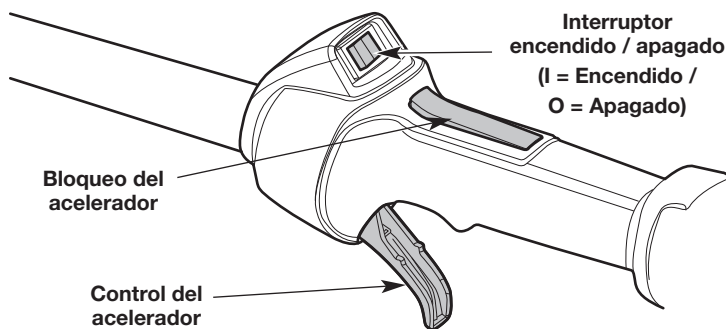

Fig. 17
NOTA: No hay necesidad de encender la unidad. El interruptor de Encendido/Apagado debe estar en la posición **Encendido (I)** en todo momento (Fig. 17).
5. Oprima y mantenga el bloqueo de acelerador. Apriete y mantenga apretado el control del acelerador (Fig. 17). Tire de la cuerda de arranque con un movimiento controlado y firme **5 veces** para arrancar la unidad (Fig. 19).
2. Oprima y no suelte el interruptor de control de Encendido y Apagado en la posición **Apagado (O)** hasta que el motor se detenga por completo (Fig. 17).
- NOTA:** No hay necesidad de encender la unidad. El interruptor de Encendido/Apagado debe estar en la posición **Encendido (I)** en todo momento (Fig. 17).
6. Oprima y mantenga el bloqueo de acelerador. Apriete y mantenga apretado el control del acelerador (Fig. 17). Eche a andar el accesorio Speed Start™ por intervalos no mayores de 2 segundos cada vez hasta que la unidad arranque.